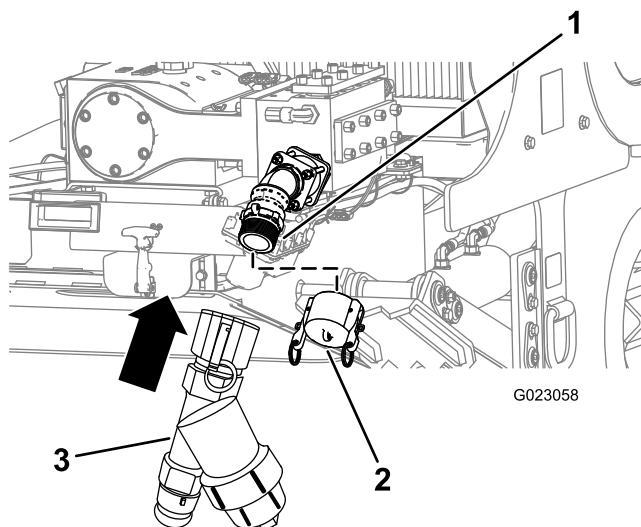

Рисунок 82
1. Снимите впускную крышку насоса (Рисунок 82).
- Совместите Y-образный сетчатый фильтр с резьбой на насосе (Рисунок 82).